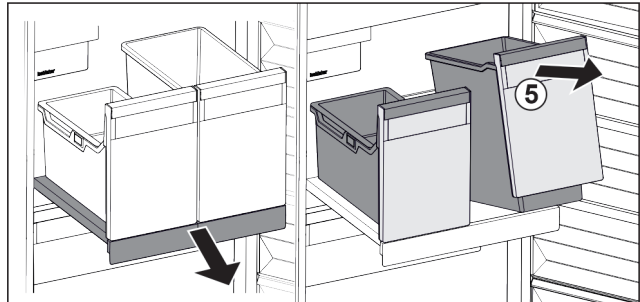

Fig. 94
- ▶ Bak Fig. 94 (5) aan voorzijde optillen.